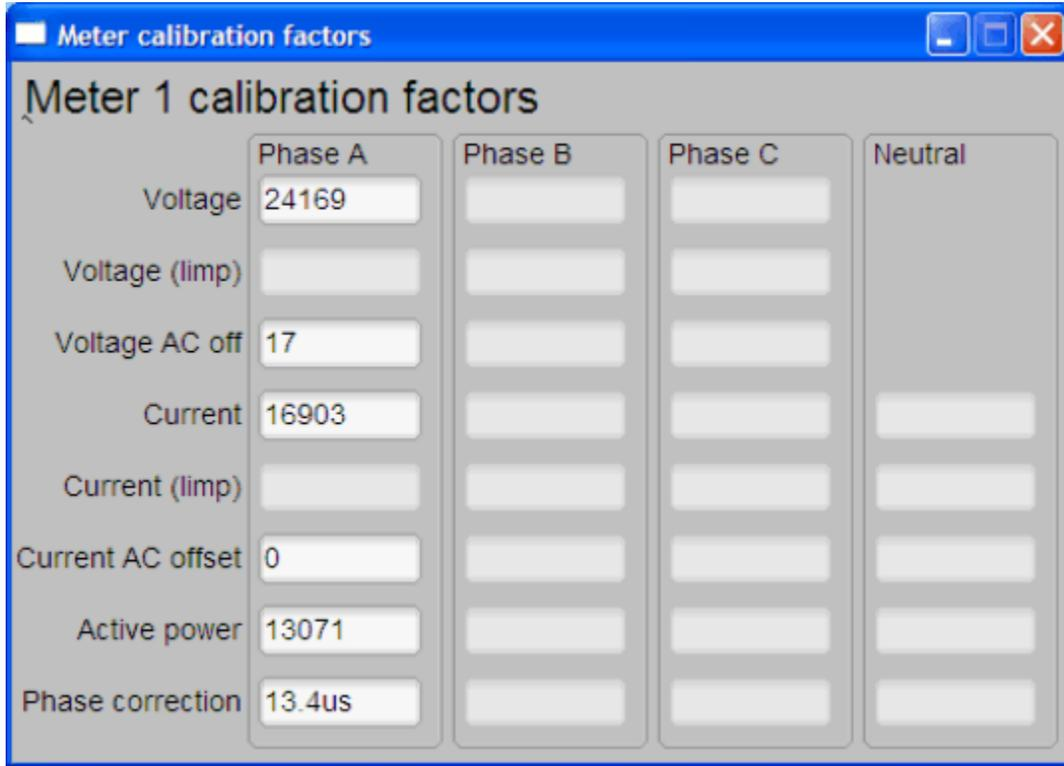

图 6-3. “Meter calibration factors” 窗口
2. 点击“Meter calibration factors”按钮，会打开“Meter calibration factors”窗口（请参阅图 6-3）。该窗口中显示当前校准系数值。